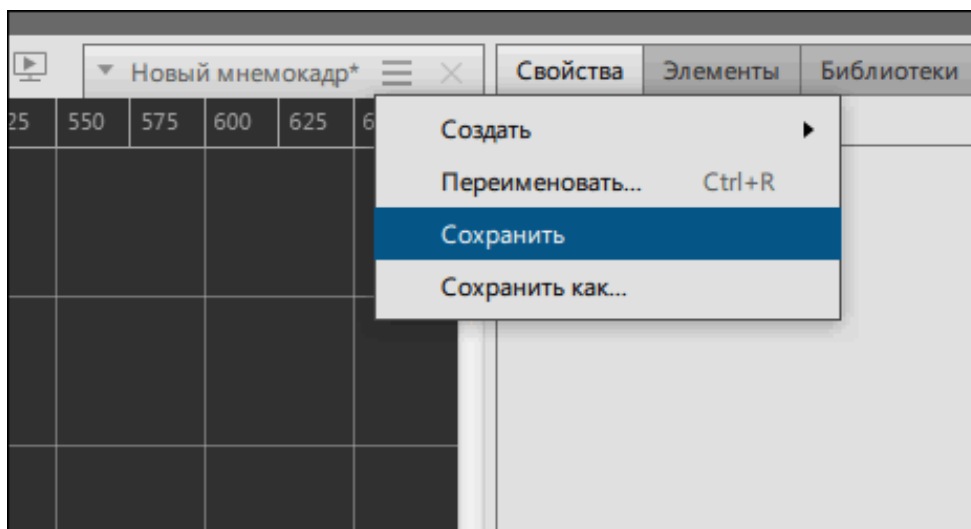

Рисунок 378 - Сохранить мнемокадр
10. Нажмите на  и выберите **Сохранить** (Рисунок 378).